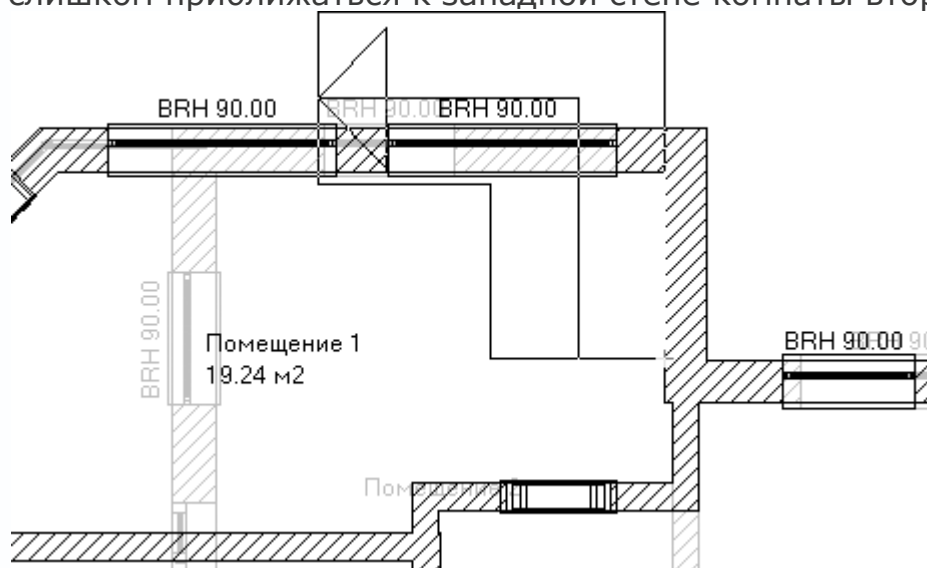

Рис. 1.91. Опорная точка L-образной лестницы с площадкой
3. Щелкните кнопкой мыши на внутренней поверхности восточной стены комнаты Помещение 1 ближе к ее южному краю (рис. 1.91). Указанная точка будет опорной точкой лестницы.